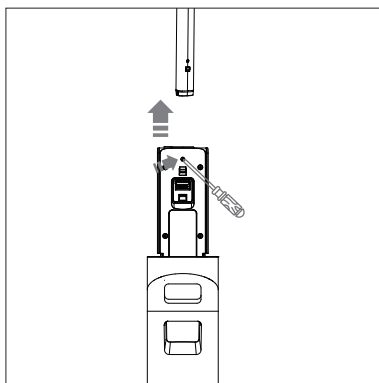

Fig. 29 – Retirer la poignée
- ▶ Appuyez avec un outil approprié (par exemple un tournevis) dans la petite ouverture sous la poignée et tirez la poignée vers le haut (**voir Fig. 29**).